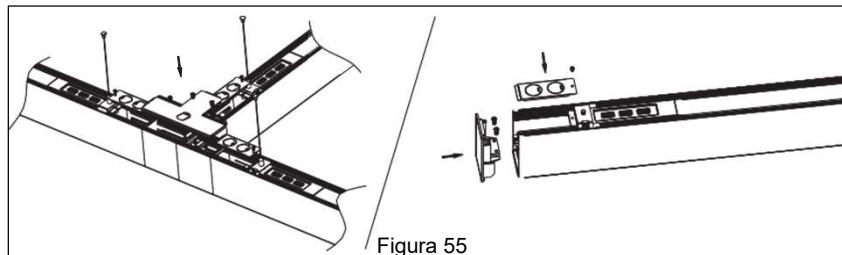

Figura 55
8. Reinstala la cubierta superior del conector en T y de las lámparas. **Ver Figura 55.**